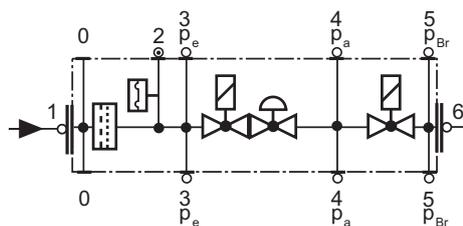

Рис. 43
- Заменяйте фильтр, если разница давления между точками 1 и 3 (Рис. 43) $\Delta p > 10$ мбар.